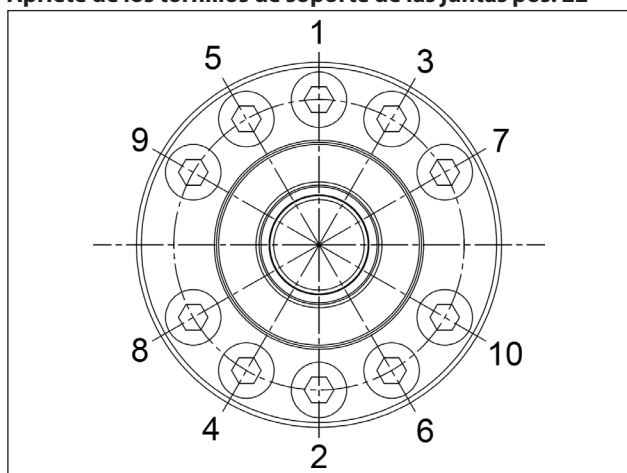

Fig. 130
** Los tornillos de fijación de los soportes deben ser ajustados respetando las secuencias y el orden indicado en el esquema de la Fig. 130.